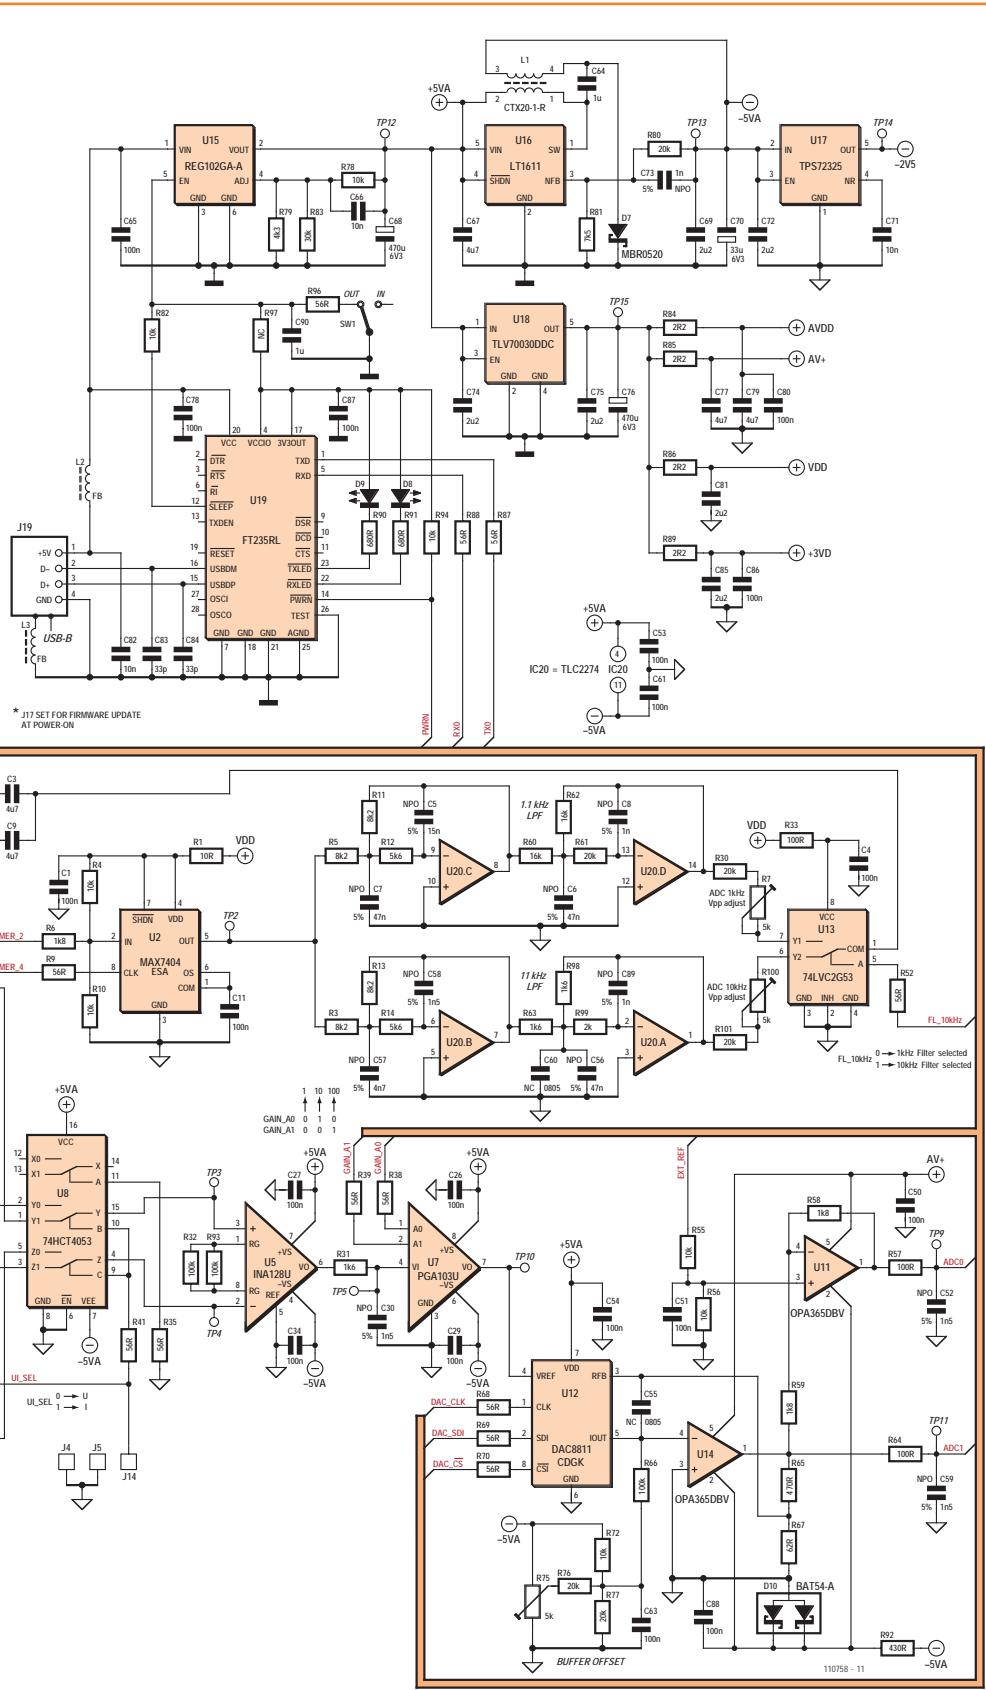

Bild 3.
Die Gesamtschaltung in **Bild 3** ist in mehrere Blöcke unterteilt, von denen einige bereits genannt wurden. Links oben befindet sich der Mikrocontroller, links unten die Messbrücke. Die Verstärkerkette ist rechts unten gezeichnet,
Im Gesamtsystem ist der U-I-Wandler (U6, R18 und R20...R22, links unten in Bild 3) ein wichtiges Subsystem. Von der Präzision der Widerstände R18 und R20...R22 hängt die Genauigkeit des Messgeräts ab. Die Wahl des Widerstands  $R_{\text{sense}}$  wird mit der Hälfte der im Multiplexer-Baustein U3 integrierten Schalter vorgenommen. Über zwei hochohmige Puffer wird die Spannung am eingeschalteten Widerstand  $R_{\text{sense}}$  gemessen, dies sind U4C und U4D:
Anschließend gelangt das Messsignal zum analogen Multiplexer U8 (Bild 3, rechte Seite unten links), der zwischen den Ausgängen von U4A und U4B für Spannung (U) oder U4C und U4D für Strom (I) schaltet. Ab hier ist die Verstärkerkette für Strom und Spannung identisch, eventu-